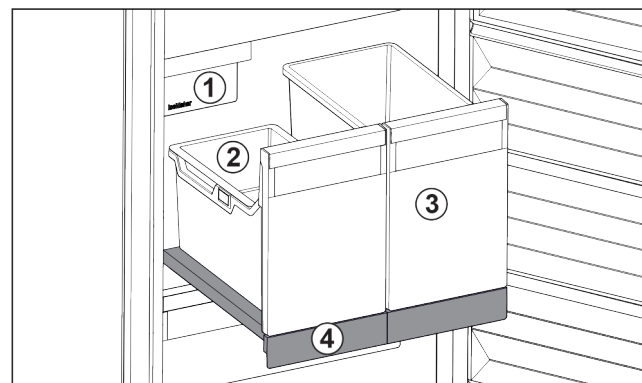

Fig. 193 Auszugsbord mit IceTower
Auf dem Auszugsbord sind zwei hohe Behälter (IceTower). Im Behälter Fig. 193 (2) werden Eiskwürfel aus dem IceMaker gesammelt und gelagert. Behälter Fig. 193 (3) eignet sich für die Lagerung von hohen Lebensmitteln wie Pizzen oder alkoholischen Getränken.